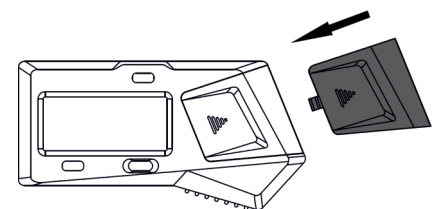

Abb. 3
- » Bringen Sie den Batteriefachdeckel wieder an (Abb. 3).